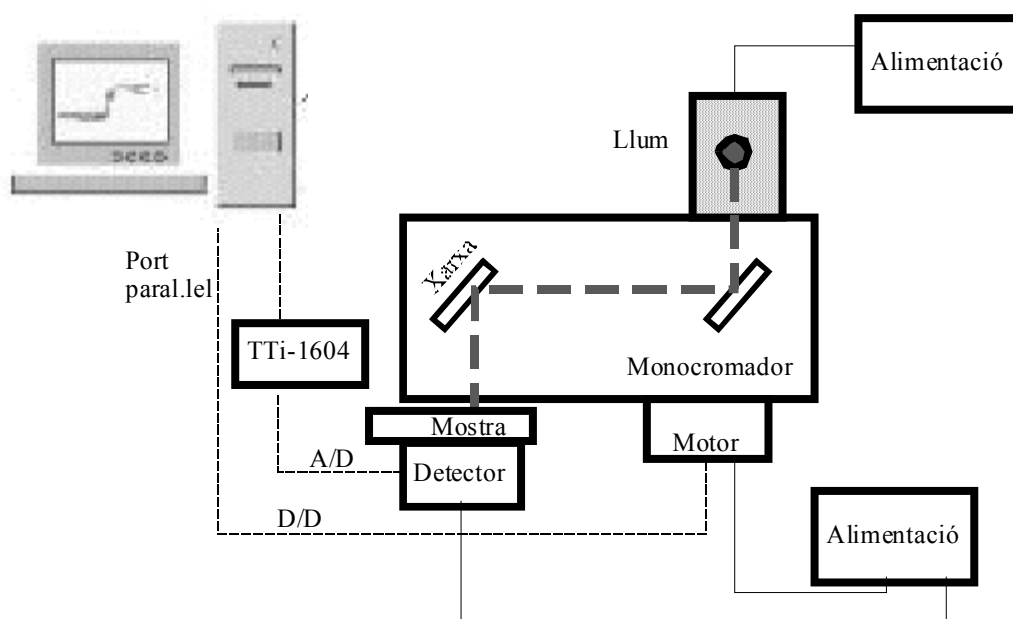

Figura 1. Esquema del sistema òptic i d'adquisició de dades de l'espectrofotòmetre de transmitància òptica.
- Equip òptic de mesura (vegeu la figura 1):
- Equip d'adquisició dades (vegeu la figura 1):
3. Programari d'automatització (TR).